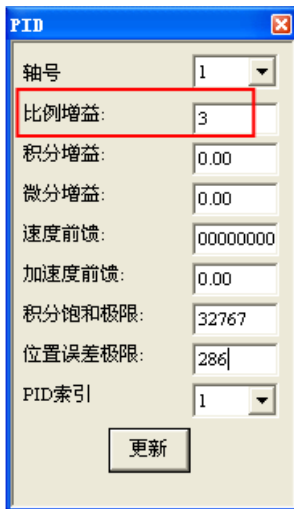

图 4-11 PID 设置选项
- (3) 点击“视图”->“PID”，调出PID面板，轴号选择为1轴，比例增益设置为适当的值（比如3），其他保持默认值（也可以将积分增益及微分增益都设置为0，其他保持默认值），最后点击“更新”，第一轴就是模拟量控制模式了，如图4-11所示。